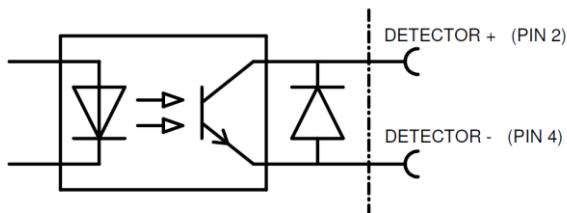

Figure 4, connexions du Perfomaster
- o connecter le câble d'alimentation à l'alimentation comme illustré à la Figure 4.